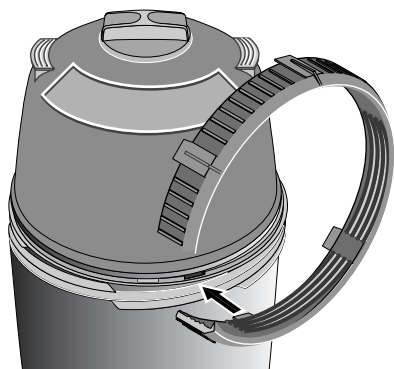

Figure 5 – Introduire la patte de la bague dans la fente du corps de filtre.
6. Séparer les moitiés supérieure et inférieure du réservoir en servant des pattes qui se trouvent à la partie inférieure de la bague Posi-Lok^{MD}. Introduire les pattes dans l'encoche du raccord du réservoir et tourner la bague pour désolidariser les moitiés de réservoir. Se reporter aux Figures 5 et 6.